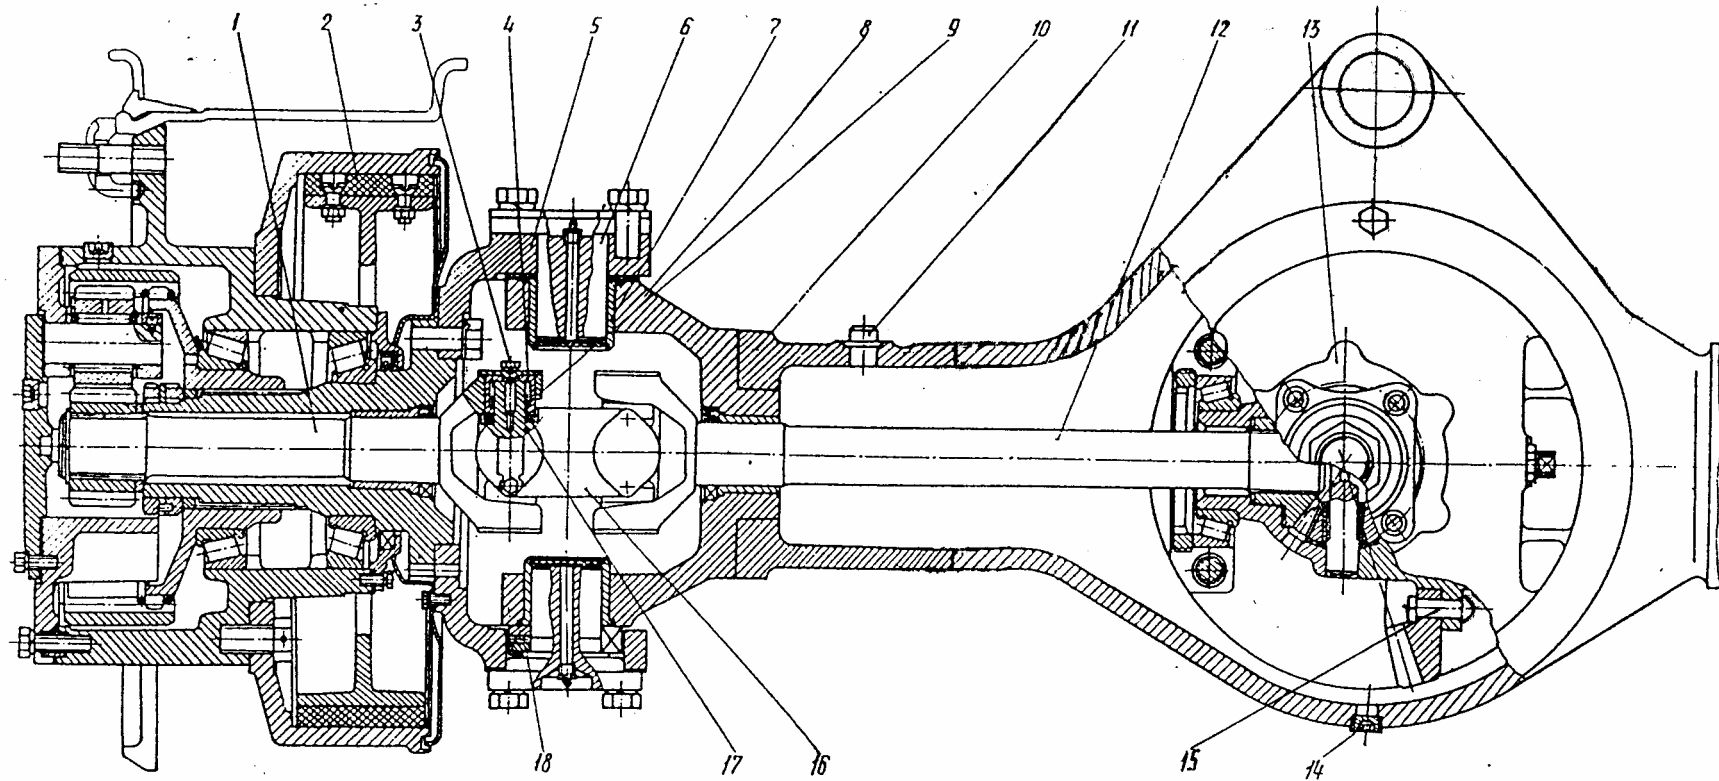

Рис. 22 Передний мост
1.3.2. Передний мост (рис. 22)